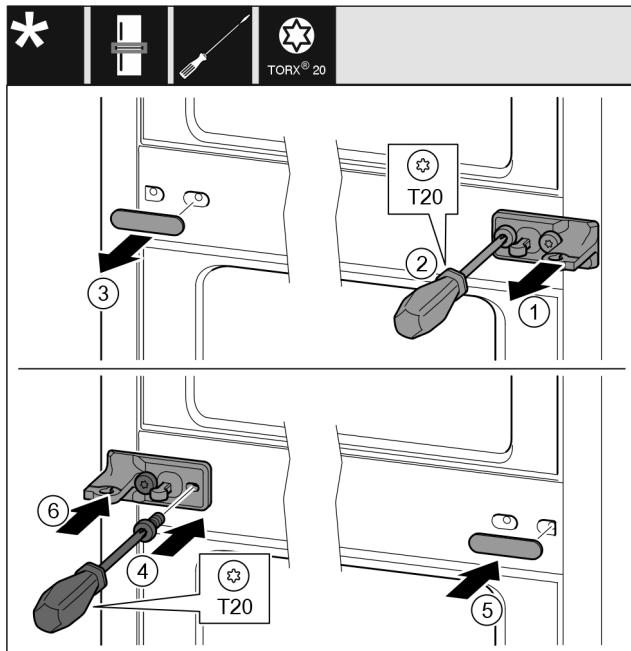

Fig. 31
- ▶ Enlever la rondelle. Fig. 31 (1)
- ▶ Desserrer les vis avec le tournevis T20. Fig. 31 (2)
- ▶ Enlever délicatement le cache. Fig. 31 (3)
- ▶ Visser fermement le support de palier avec film tourné de 180° de l'autre côté. Fig. 31 (4)
- ▶ Poser le cache tourné de 180° de l'autre côté. Fig. 31 (5)
- ▶ Enfiler la rondelle par devant. Fig. 31 (6)